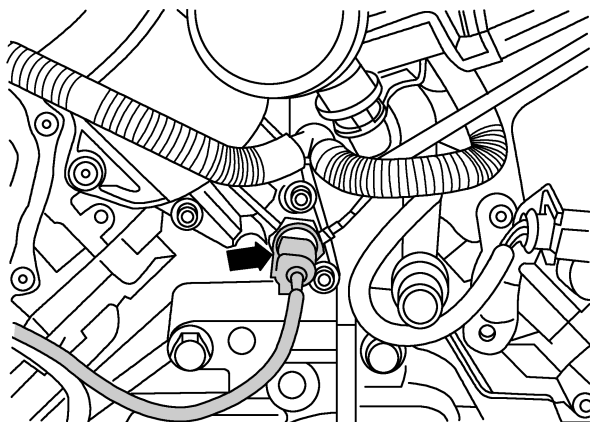

图 1-5-42 拆卸机油压力开关 F
(1) 将插接器(见图 1-5-42 箭头)从机油压力开关 F 上脱开。
(2) 旋出机油压力开关。